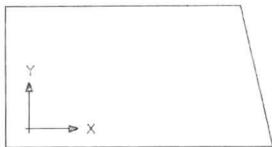

图1-5 定义坐标系
**步骤(5)** 在命令行输入 UCS 按 $\text{Enter}$ 键，激活【UCS】命令，以(10,8)作为新原点，定义如图 1-5 所示的用户坐标系。